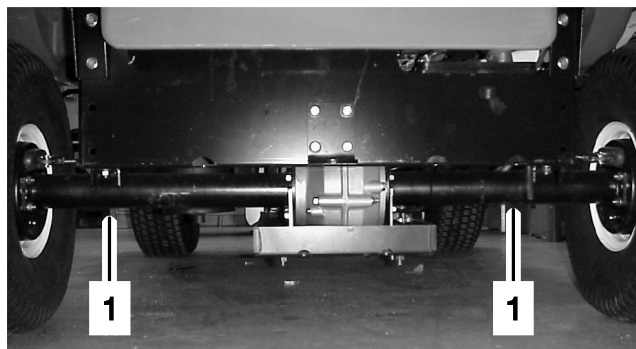
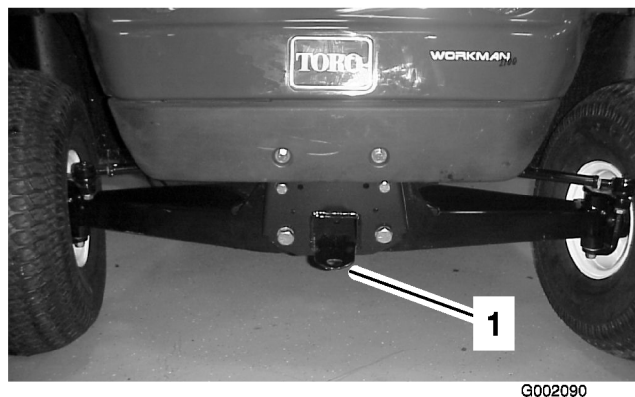

Bild 27
Bild 28
Benutzen Sie einen Anhänger, um das Fahrzeug über längere Strecken zu transportieren. Stellen Sie sicher, dass das Fahrzeug auf dem Anhänger befestigt ist. Beachten Sie für die Position der Vergurtungsstellen die Bilder Bild 27 und Bild 28.
2. Befestigen Sie ein Schleppkabel an der Lasche am vorderen Rahmen (Bild 28).